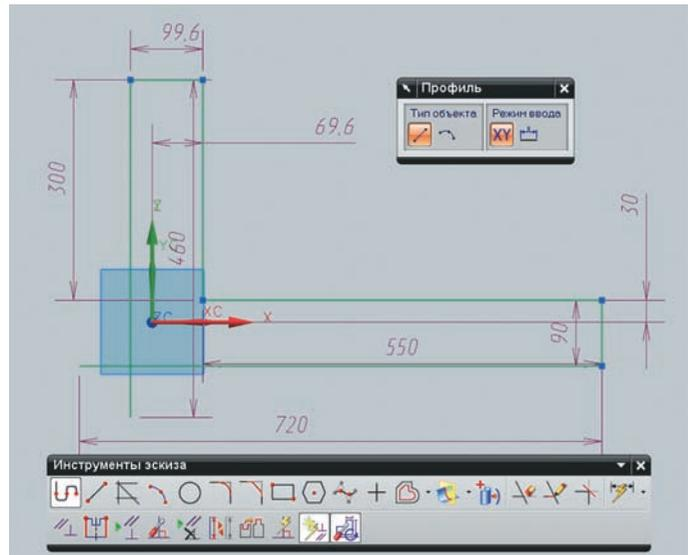

Рисунок 2.6. Создание эскиза
- С помощью команды **Профиль** постройте контур примерно так, как это показано на рис. 2.6. Замыкая контур, сделайте перехлест прямых, чтобы они пересекались с некоторым запасом. Это необходимо для демонстрации функции выбора и обрезки.